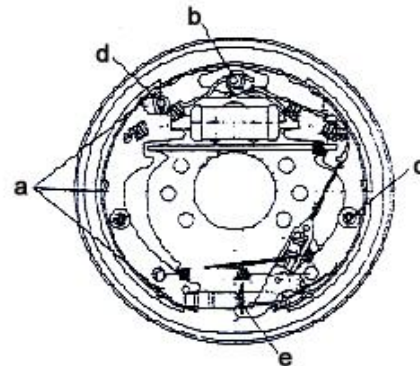

Рис. 2-25
- (1) Смажьте чашу и поршень тормозного цилиндра тормозной жидкостью, затем соберите поршневую пружину, манжету, поршень, защиту в нужной последовательности.
- (2) Установите тормозной цилиндр на тормозном щитке.
- (3) Установите тормозной щиток на ведущей оси.
- (4) Покройте места, указанные на рис. 2-25 термостойкой смазкой, будьте осторожны, чтобы не размазать масло на фрикционных накладках.
- (5) Используйте E-образное стопорное кольцо, чтобы закрепить трос стояночного тормоза.